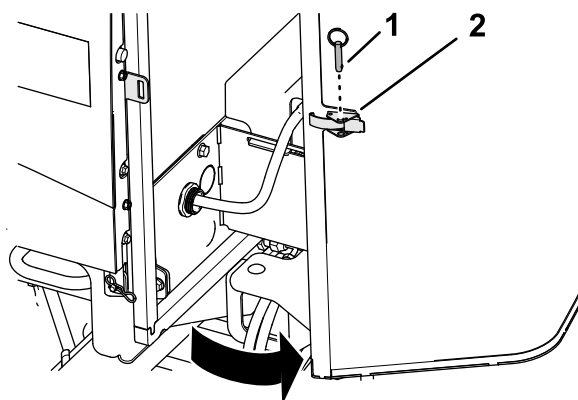

Figure 102
1. Retirez la goupille sphérique du verrou de la protection (Figure 102).